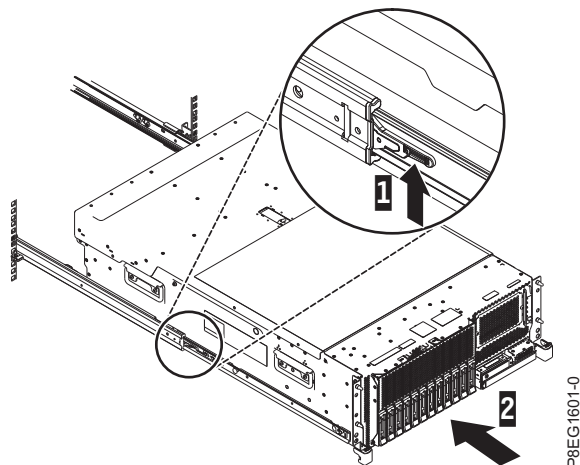

Abbildung 8. Entriegelungshebel und Server
3. Heben Sie die blauen Entriegelungshebel (1) an den Schienen an und schieben Sie den Server (2) ganz in das Rack hinein, bis er einrastet. Einzelheiten finden Sie unter Abb. 8.